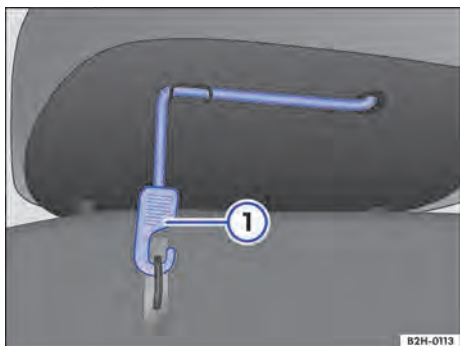

Fig. 48 Banco traseiro: cinta de fixação da superfície do banco.
- Desencaixar a cinta de fixação → Fig. 48 ① da fixação da superfície do banco.